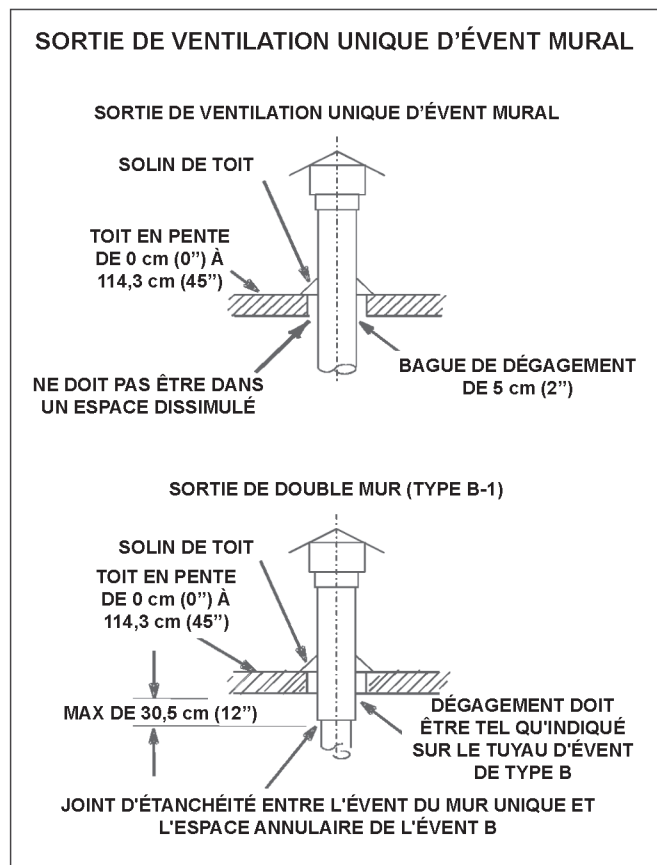

FIGURE 2
1. Les appareils de chauffage MHU doivent être utilisés avec des cheminées certifiées NFPA OU ANSI, des événements de type B-1 homologués UL, un tuyau en métal à paroi simple ou un système de chemisage de cheminée homologué pour l'évacuation des gaz brûlés s'il y a lieu, et respecter les modifications et restrictions indiquées à la **figure 2**. Vérifiez l'étanchéité du matériau de l'événement à paroi simple conformément à la section **A – Exigences et recommandations générales**.